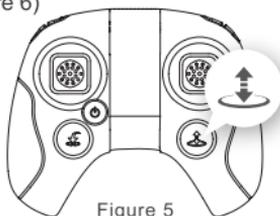

Figure 5
2) Appuyez sur le bouton "Auto Land" et le drone descendra lentement vers le sol. (Figure 5)